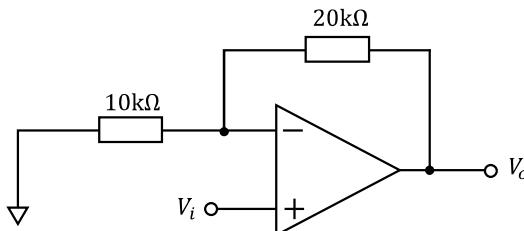
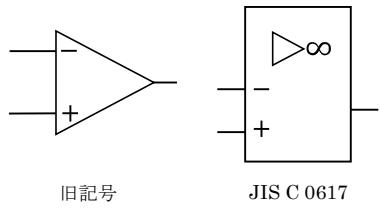

図 2-4
図 2-5
- (1) 図 2-4 に示すオペアンプを用いた増幅回路の入力電圧 V_i と出力電圧 V_o の関係を示すと $V_o = (⑧) \times V_i$ となる。なお、シンボルの対応は図 2-5 のとおりである。